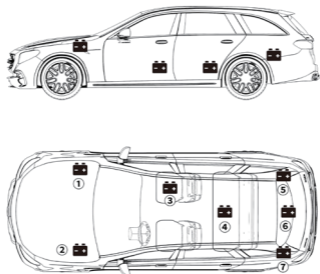

Abbildung 4.1.1
1. Bei den meisten Modellen befindet sich die Batterie im Motorraum unter der Motorhaube in einer der vorderen Ecken. Siehe Batterieposition ① und ② in Abbildung 4.1.1.
2. Zum Ausgleichen einer ungleichmäßige Gewichtsverteilung halten einige Hersteller den Motor im Kofferraum. Siehe Batterieposition ⑤, ⑥ und ⑦ in Abbildung 4.1.1. In diesem Fall kann die Batterie eine Plastikabdeckung haben, die vor jedem Test entfernt werden sollte.
3. Bei anderen Modellen kann sich die Batterie unter dem Rücksitz befinden. Siehe Batterieposition ④ in Abbildung 4.1.1.
4. Bei einigen Fahrzeugen kann sich die Batterie unter dem Beifahrersitz befinden. Siehe Batterieposition ③ in Abbildung 4.1.1.